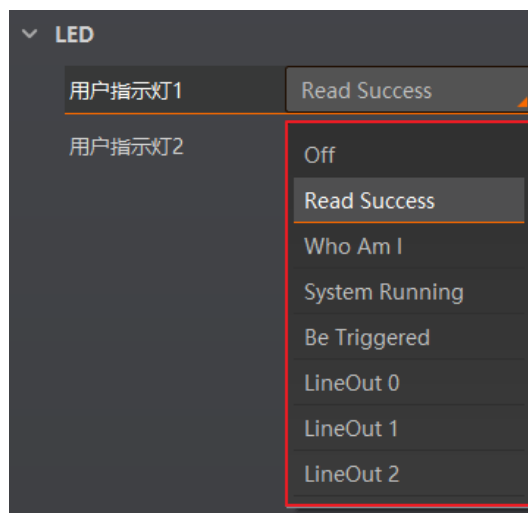

图4-75 用户指示灯功能选项
2. 根据实际需求，在用户指示灯 1 和用户指示灯 2 下选择待响应的具体事件，如图 4-75 所示。